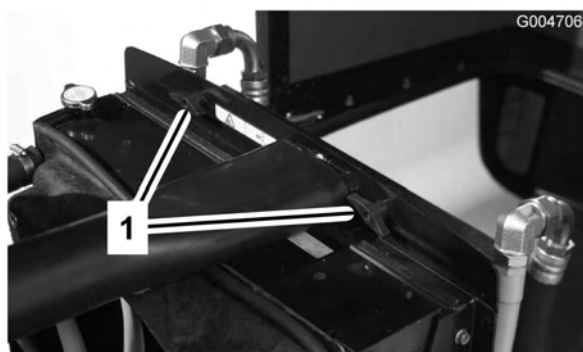

Figure 61
2. Enlevez les boutons (Figure 61) qui fixent le refroidisseur d'huile au châssis.